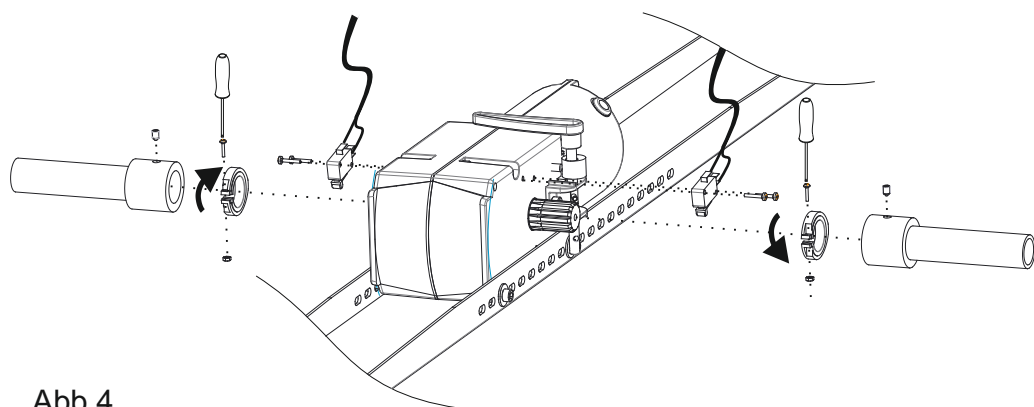

Abb. 4
- Das Endschalter Kit wie in Abb. 4 montieren
- 3 Den Nocken 1 wie in Abb. 4 bis zur Quetschung des Mikroschalters drehen
- 4 Den Nocken an der Welle befestigen und die dafür vorgesehene Schraube festschrauben (Abb. 4)
- 6 Den Nocken 2 wie in Abb. 4 bis zur Quetschung des Mikroschalters drehen
- 7 Den Nocken an der Welle befestigen und die dafür vorgesehene Schraube festschrauben (Abb. 4)